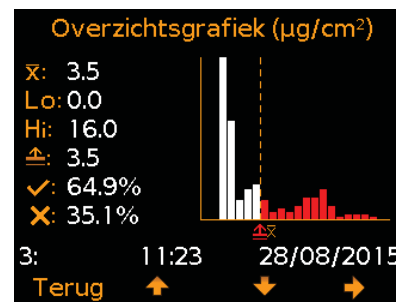

Fig. 19: Overzichtsgrafiek
- 5) Overzichtsgrafiek (Fig. 19)